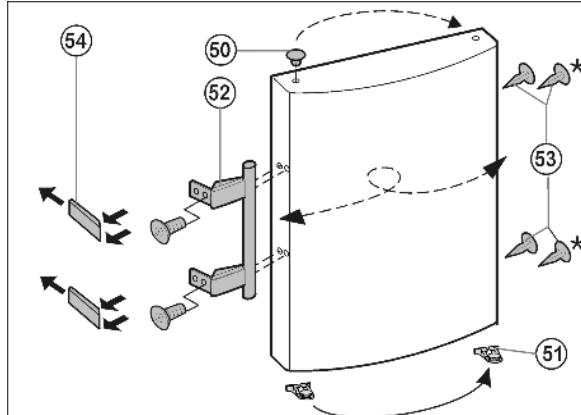

Fig. 14
- ▶ Извлеките пробки *Fig. 14 (50)* из опорных втулок дверцы и переставьте.
- ▶ Снимите и переставьте на противоположную сторону дверную ручку *Fig. 14 (52)*, пробку *Fig. 14 (53)* и прижимные пластины *Fig. 14 (54)*.